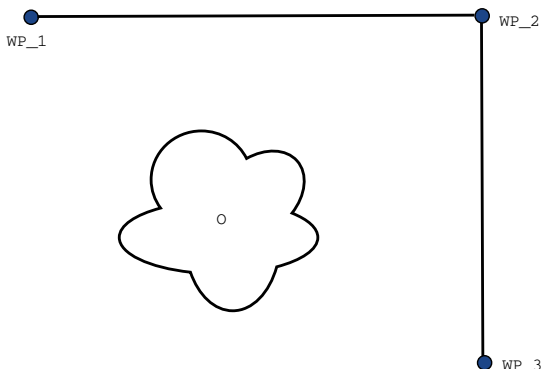

图 15.2: WP_1: 初始位置, WP_2: 通过点, WP_3: 拾取位置, O: 障碍物。
示例 以一个拾取和放置应用为例（参见图 15.2），在这里，机器人当前位于路点 1 (WP_1)，它需要在路点 3 (WP_3) 拾取一个对象。为避免与物体和其它障碍物 (O) 发生碰撞，机器人必须从路点 2 (WP_2) 的方向接近 WP_3。因此引进三个路点来创建一个满足要求的路径。